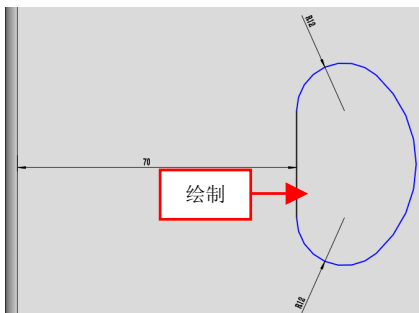

图 13-86 绘制草图对象
(17) 单击【草图绘制】按钮, 选取钣金模型的外表面对象，进入草图绘制环境，绘制草图对象，如图 13-86 所示。